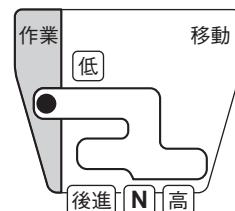
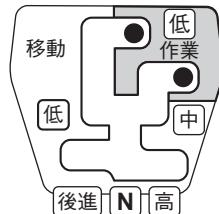

図 3-15 変速レバー (標準・Z仕様)
図 3-16 変速レバー (Z2仕様)
2. ミニ耕うん機を耕す場所に移動させ、変速レバーを「作業」位置にします。(図 3-15、図 3-16)